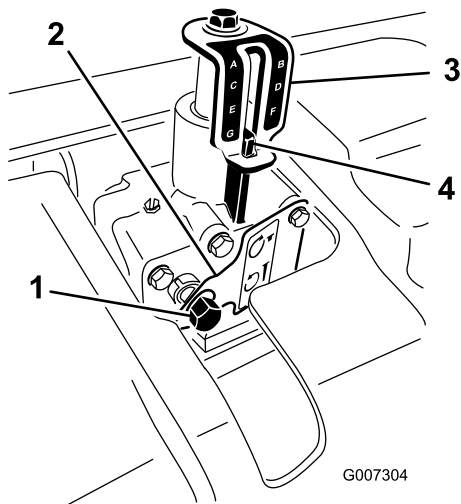

Рисунок 24
- Установите головку на 9/16 дюйма с ключом, имеющим храповой механизм, на входной вал устройства регулировки глубины (**Рисунок 24**).
- Поворачивайте устройство регулировки глубины по часовой стрелке для уменьшения глубины аэрации или против часовой стрелки для ее увеличения. (**Рисунок 24**).
- Поворачивайте входной вал устройства до достижения требуемой глубины аэрации, как показано на наклейке с указателем глубины (**Рисунок 24**).